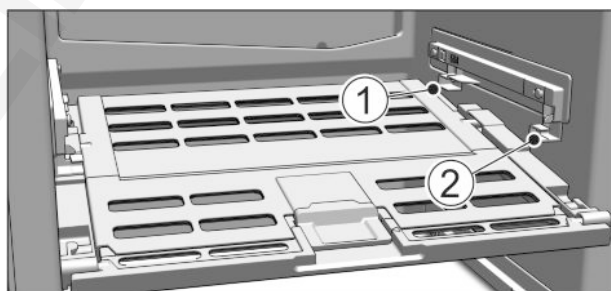

Fig. 10
► A zöldséges & gyümölcsös rekesz fedelének behelyezése: Alulról vezesse be a fedél bordáit a hátsó tartóba Fig. 10 (1), elől pedig pattintsa be őket a tartóba Fig. 10 (2).